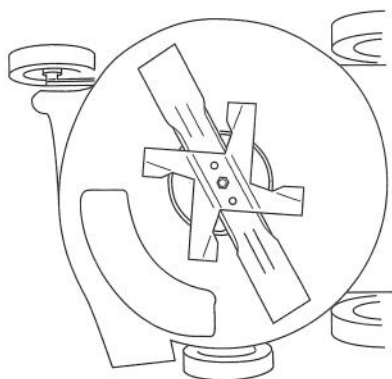

Figure 27
2. Basculer la tondeuse sur son côté droit (Fig. 27).